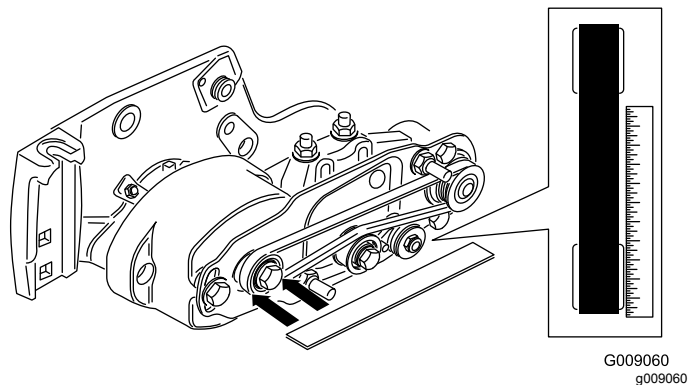

図 33
- 駆動プーリの外側面に直定規を当てる図 33。駆動プーリと受動プーリの両方に直定規を当てないこと。